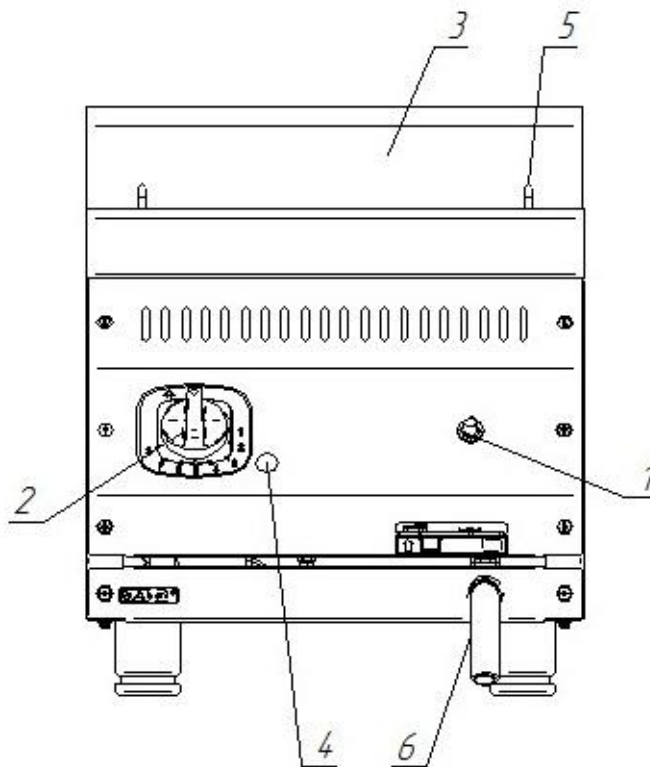

Рис. 1. Газовый мармит
4.1 Устройство газового мармита показано на рис. 1.
Для слива воды с ванны предусмотрен сливной патрубок б (см. рис. 1) находящийся спереди на лицевой панели.
Нажмите на ручку крана-термостата и поверните ее против часовой стрелки, установив символ искры зажигания напротив метки на панели управления (рис.2а). Нажав до упора, произведите поджог газа, выходящего из запальной горелки (пилота) духовки, для чего нажмите на кнопку пьезорозжига. Удерживайте ручку крана-термостата в течение не менее 15 секунд, после чего отпустите. После проведения вышеуказанных операций необходимо проконтролировать наличие горения газа, для чего необходимо посмотреть в смотровое окно 4 (рис.1), в котором можно наблюдать наличие пламени. Пламя должно быть устойчивым. Если пламя не горит, повторите операцию.
Разожгите основную горелку мармита. Поверните ручку крана-термостата против часовой стрелки к символу «1» (рис. 2б). Дождитесь разогрева и перехода основной горелки на минимальное пламя. Снимите ручку крана поз.2 (рис.1), после чего открутите или закрутите регулировочный винт сбоку от крана настолько, чтобы получить равномерное малое пламя. Установите ручку крана на место и проверьте устойчивость пламени горелки (при повороте ручки управления из положения «8» в положение «1», пламя не должно погаснуть). Заводская настройка для природного газа: регулировочный винт полностью закручен в направлении часовой стрелки и отвинчен на 34 градуса. Для регулировки минимального уровня при использовании сжиженного газа регулировочный винт необходимо полностью закрутить в направлении часовой стрелки.